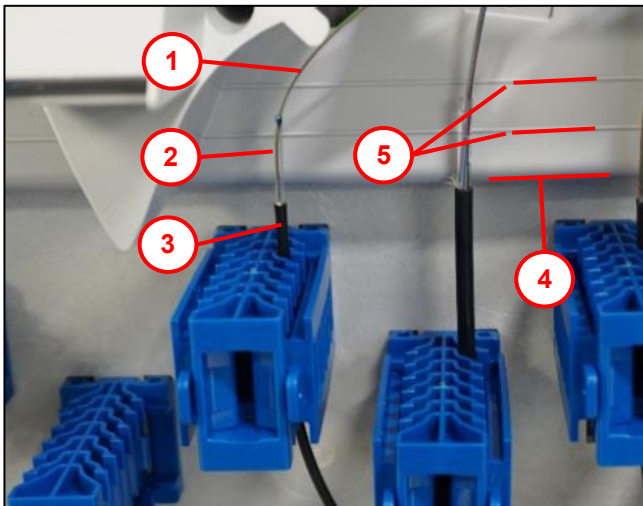

Abb. 40
- Mikrokabel (1) in die Klemmplätze (2) eindrücken, Absetzmaß oberhalb der Klemmplätze siehe Abb. 40.
- Abdeckung (3) einsetzen. Abdeckung hinten einschieben und vollständig einschwenken bis die Rastlasche (4) hörbar einrastet.